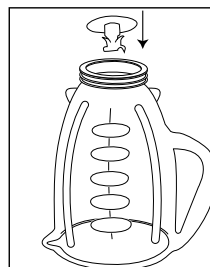

FIGURE 3
3. Introduire l'ensemble lame dans le récipient (Figure 3).